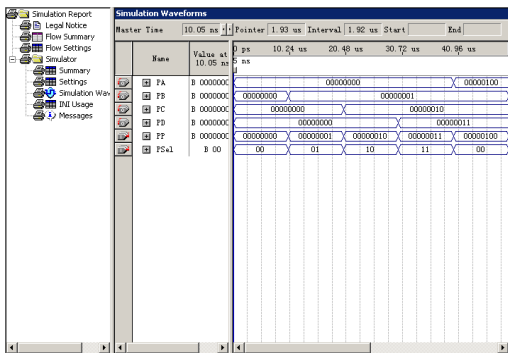

图 27-38 仿真波形
- (10) 选择 “Processing” → “Start Simulation” 命令，执行仿真。仿真结束后，仿真波形如图 27-38 所示。
从图 27-38 中可以看出，在输入端 PSel 的选择下，轮流将 PP 端口输入的数据输出到 PA、PB、PC 和 PD 端口。仿真结果表明程序的正确性。